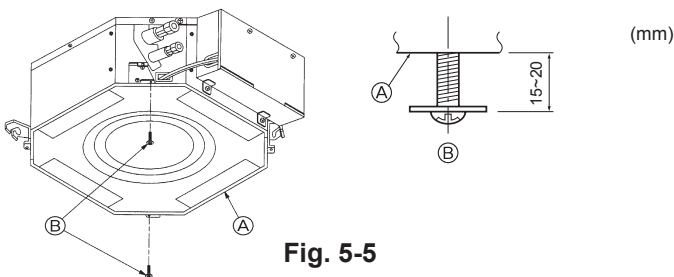

Fig. 5-5
5.3.1. Voorbereidingen (Fig. 5-5)